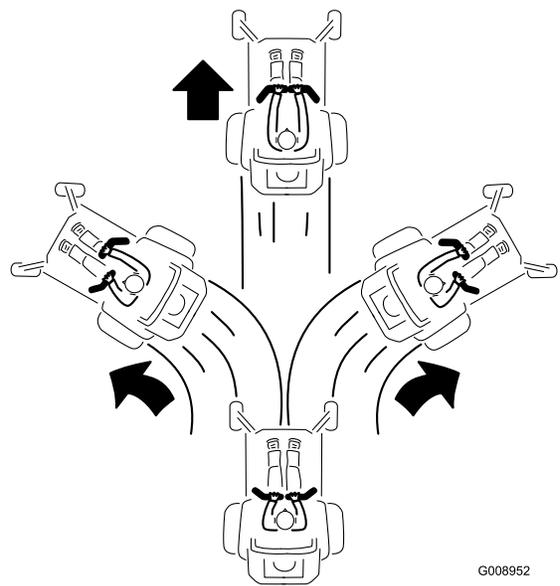

**Figure 16**
2. Pour vous déplacer en marche avant, poussez doucement les leviers de commande de déplacement vers l'avant (Figure 16).
Pour vous déplacer en ligne droite, appliquez une pression égale sur les deux leviers de déplacement (Figure 16).
Pour tourner, relâchez le levier de commande correspondant à la direction que vous voulez prendre (Figure 16).